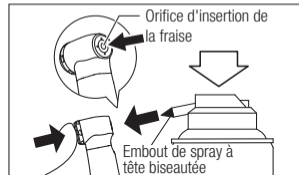

Fig. 9
- 2) Lubrifiez le mandrin directement via l'orifice d'insertion de la fraise (Fig. 9).